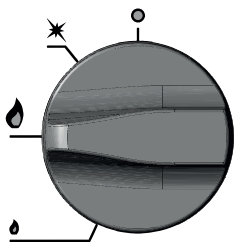

Rysunek 9. Ustawienie pokrętkła w którym zasilany przez gaz jest jedynie palnik pilotowy.
- Przekręcić wcisnięte pokrętko w położenie „palnik pilotowy” jak na Rys. 9 (ruch przeciwny do ruchu wskazówek zegara)
- Nie korzystając chwilowo z palnika należy pokrętkło nim sterujące przekręcić na pozycję „palnik pilotowy” (Rys. 9)